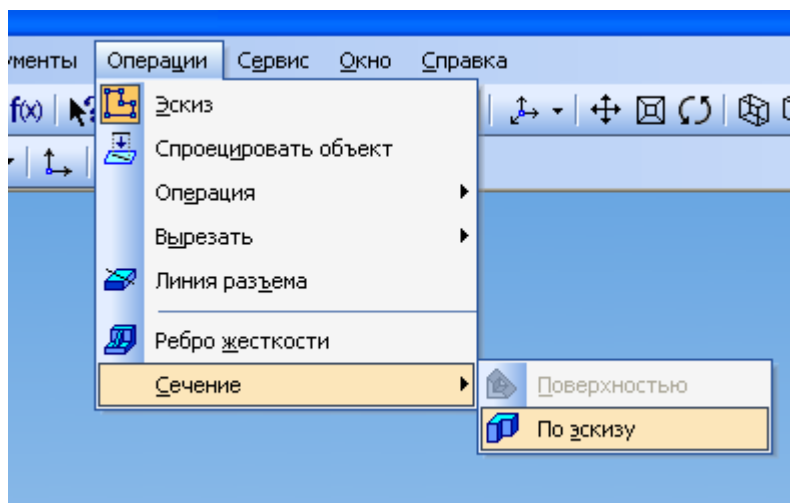

Рис. 26
22. Завершите работу в режиме редактирования эскиза. Далее выполните команду «*Операции -> Сечение -> по эскизу*» (рис. 26).